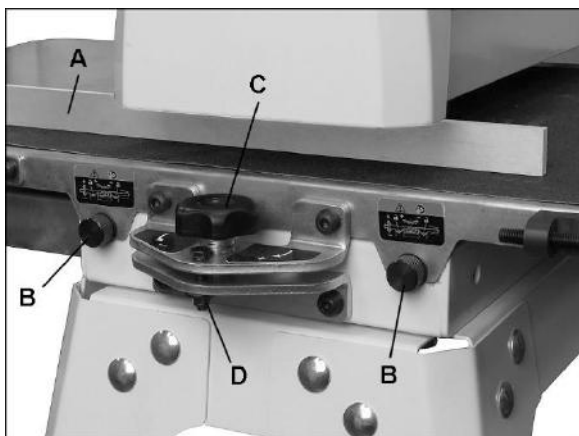

Abb. 8-3: Ausrichten der Trommel
3. Die Lehre auf der Außenseite der Trommel (A, Abb. 8-3) zwischen Trommel und Fördertisch einführen.
3. Ist ein Grat an der Trommelüberlappungsstelle sichtbar, den Tisch durch Drehen des Knaufs (C, Abb. 8-3) an der nach außen zeigenden Seite absenken.